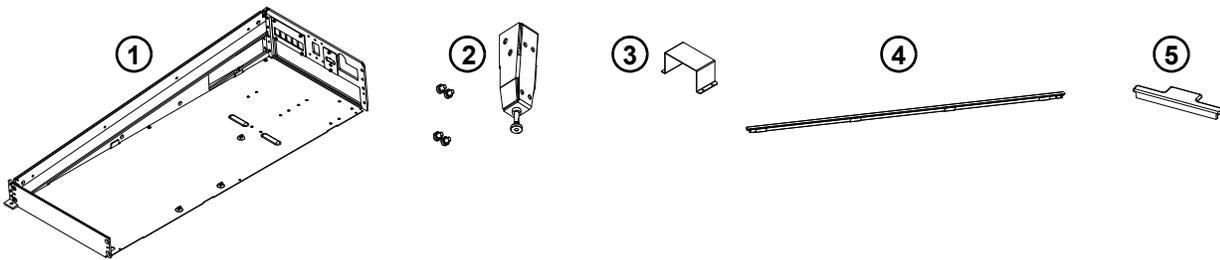

Abbildung 10. Bestandteile des Rahmenchassis-Kits (Kabelstrang nicht abgebildet)
- 3 Identifizieren Sie alle Teile (siehe Abbildung 10) und beachten Sie dann, ob Ihre Rahmenchassis groß und klein sind. Einige Schritte bei der Montage unterscheiden sich je nach Tiefe (groß oder klein) Ihrer Rahmenchassis. Dies wird in der Anleitung angemerkt.